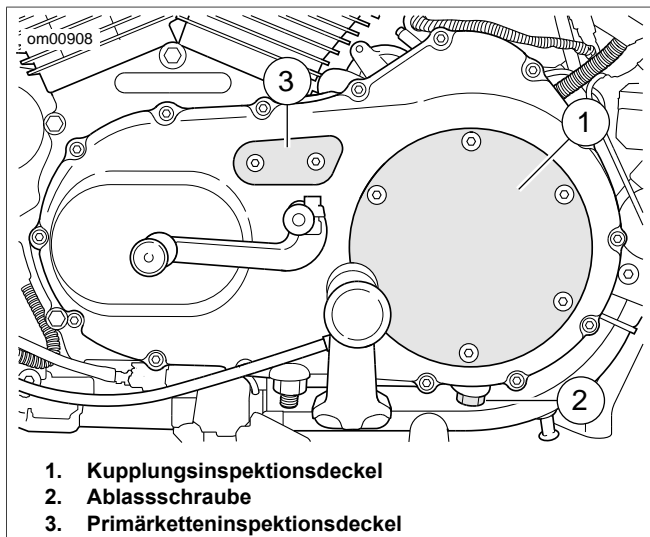

Abbildung 36. Primärkettengehäuseabdeckung
5. Siehe Abbildung 36. Die Schrauben mit den Unterlegscheiben vom Kupplungsinspektionsdeckel abnehmen. Den Kupplungsinspektionsdeckel vom Primärkettendeckel entfernen.
4. Siehe Abbildung 36. Einen geeigneten Auffangbehälter unter die Getriebeölablassschraube (2) stellen.
10. Siehe Abbildung 36. Die Schrauben mit den Unterlegscheiben vom Kupplungsinspektionsdeckel abnehmen. Den Kupplungsinspektionsdeckel vom Primärkettendeckel entfernen.